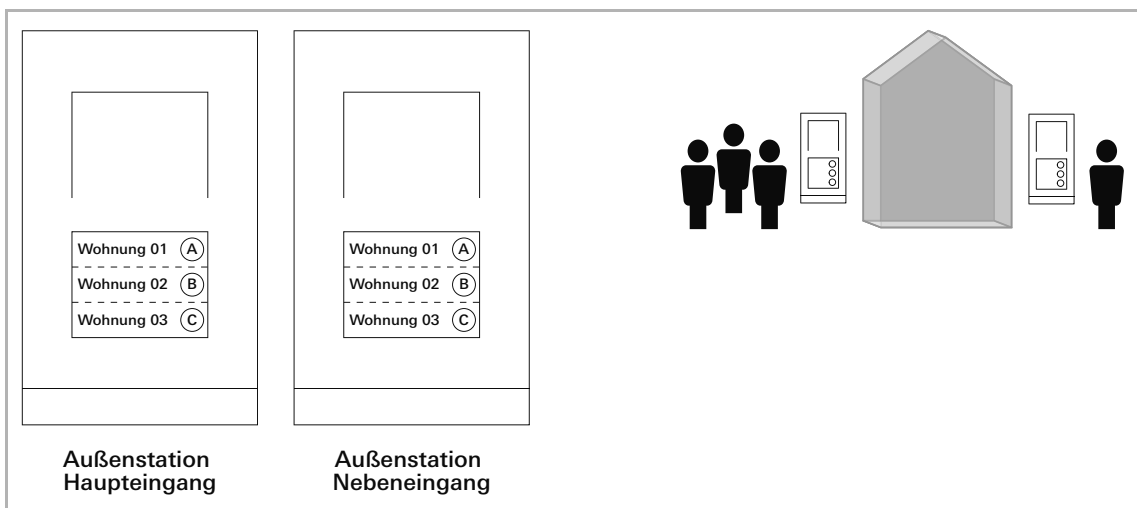

Abb. 36: Verwendung mehrerer Außenstationen: Einheitliche Zuordnung der Klingeltasten
5.1.2 Verwendung mehrerer Außenstationen: Einheitliche Zuordnung der Klingeltasten (Abb. 36)